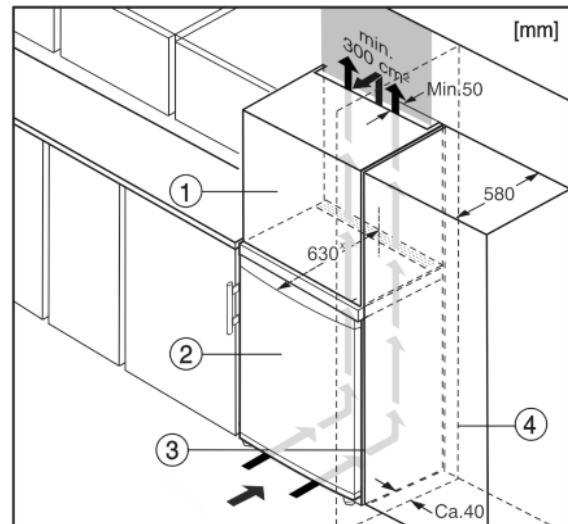

Fig. 10
Устройство может быть окружено предметами кухонной обстановки. Чтобы уравнивать устройство Fig. 10 (2) по высоте с кухонной стенкой, можно установить над устройством соответствующий дополнительный шкафчик Fig. 10 (1).
При комбинировании с кухонными шкафами (глубина макс. 580 мм) устройство можно установить непосредственно рядом с кухонным шкафом Fig. 10 (3). Устройство выступает сбоку на 34 мм* и по центру на 50 мм* относительно передней стенки кухонного шкафа.
Если устройство установлено на шарнирах у стены *Fig. 10 (4)*, то расстояние между устройством и стеной должно быть не менее 40 мм. Настолько выступает ручка при открытой дверце.